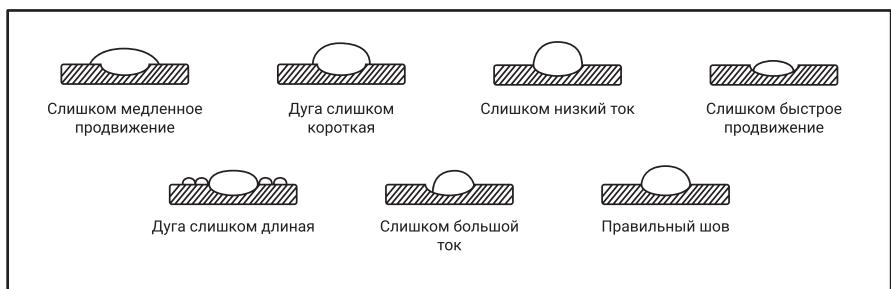

рис.4
**7.** Параметры сварочных швов на рис.4: